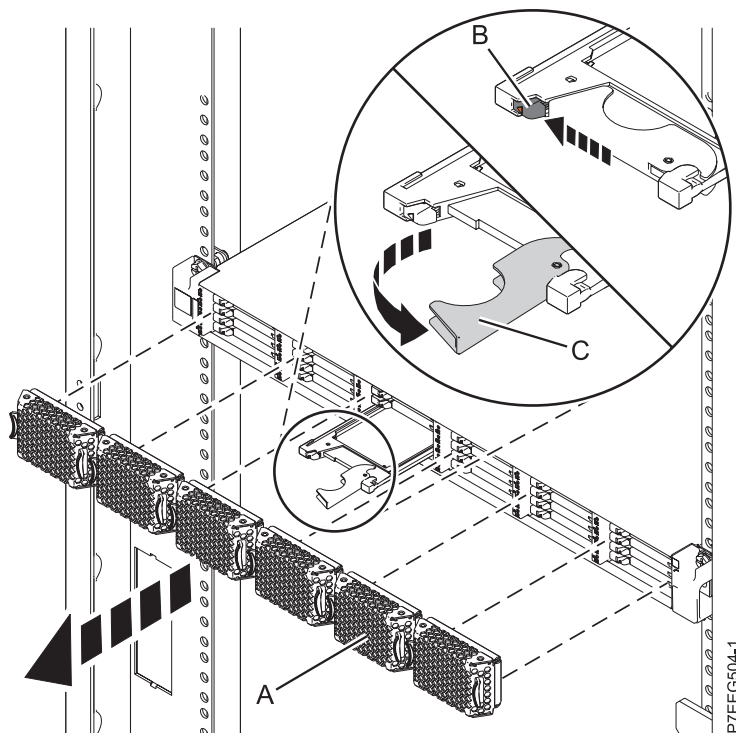

Figura 21. Extracción de la unidad de estado sólido de Alojamiento de almacenamiento 5888 PCIe
5. Cuando el LED de identificación de la unidad de estado sólido se encienda de manera fija, deslice suavemente el pestillo de liberación **(B)** por encima para desbloquear el asa de la unidad. Consulte Figura 21 en la página 41.